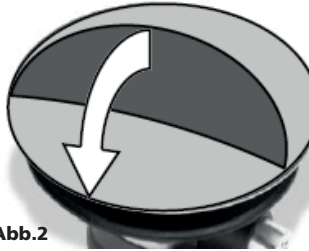

Abb.2
Vor Inbetriebnahme des Geräts einige Öltropfen in die Lufteinlassöffnung (C) des Druckluftwerkzeugs geben. Wählen Sie das richtige Schleifpapier, nach Bedarf, und bringen Sie es auf dem Teller an (Abb.2). Schließen Sie den Luftzufuhrschlauch am Einlass (C) an. Fügen Sie dazu den Anschluss ggf. mit einem Gabelschlüssel zusammen. Drücken Sie den Abzugshebel (B) für den Betrieb. Drehen Sie den Knopf (D), um die Schwinggeschwindigkeit einzustellen. Das Werkzeug beginnt zu schwingen.